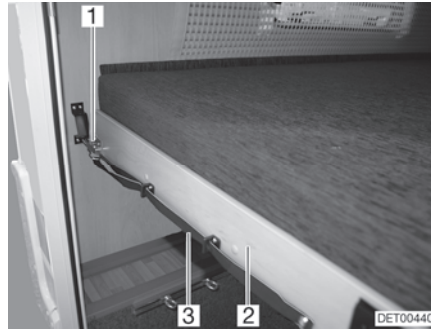

Bild 78 Etagenbett (Heck)
- An der Schlaufe (Bild 78,3) ziehen und den Riegel (Bild 78,1) lösen.
- Den Lattenrost (Bild 78,2) mit der Matratze nach vorn ziehen, bis er einrastet.